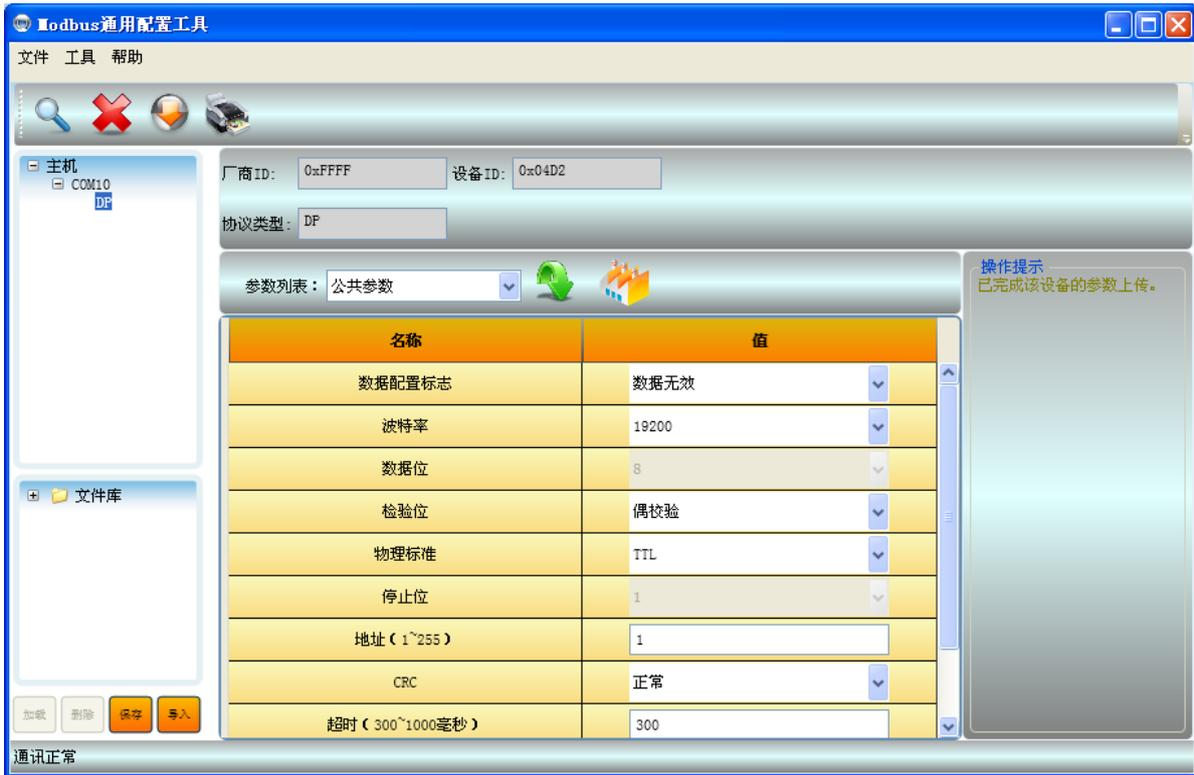

图 4.8 公共参数
2) 参数上传完毕后可以看到模块当前的参数配置信息，默认显示首页“公共参数”信息，如下图 4.8 所示：